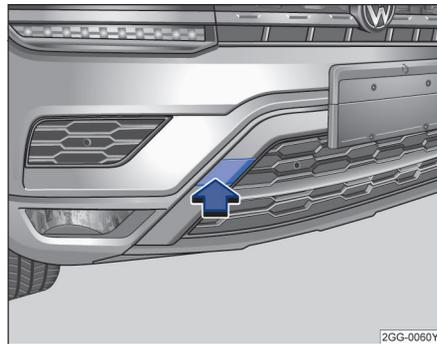

图 204 在保险杠的右前部：拆卸盖板
- 按压盖板的左侧区域→图 204（箭头），松开盖板的卡扣。